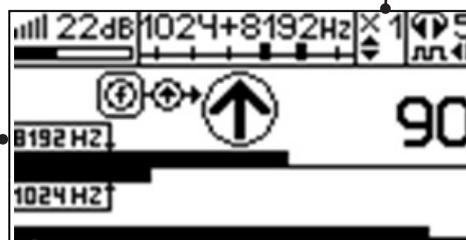

Рис. 7.4
4. «Назначение» производится нажатием кнопки **f** при расположении датчика точно над «выделенной» коммуникацией, считающейся «своей». После этого указатель направления сигнала приобретает вид - (↓). При переходе на «чужую» коммуникацию с другим «направлением сигнала» (или при изменении положения датчика на «обратное») раздастся звук и стрелка покажет «направление сигнала - назад (↖)» (рис. 7.4)
Методика: Производя трассировку с применением ЭМД на низкой активной частоте (512Гц / 1024Гц) (*см. раздел активный трассопоиск*), наблюдать за уровнем сигнала. Локальное повышение и резкое уменьшение уровня указывают на вероятность наличия дефекта изоляции. (*рис. 7.4*) При этом величина сигнала может меняться по различным причинам: положение датчика, глубина залегания кабеля, наличие мешающих конструкций. Поэтому таким методом можно обнаружить лишь «низкоомные» дефекты сопротивлением менее 1кОм.